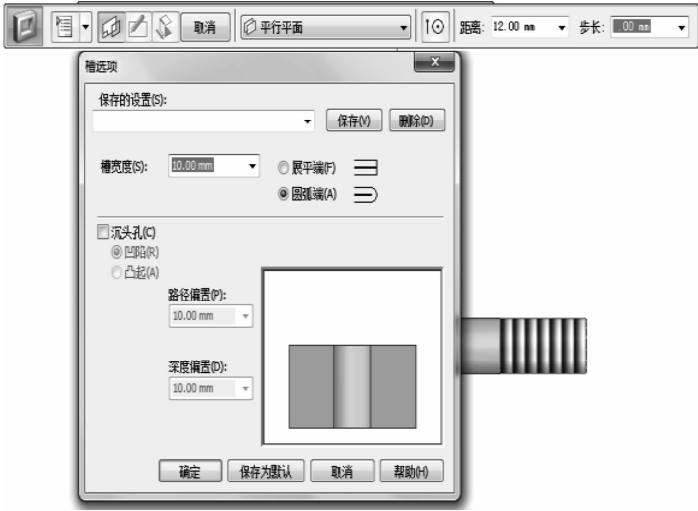

图 7-77 槽选项
(1) 选择【打孔】功能下拉菜单内的【槽】，在系统自动弹出的功能菜单栏中设置【槽选项】，槽宽度输入值为【10mm】。选择绘制平面的类型为【平行平面】，基准面为前视面，距离为【12mm】，如图 7-77 所示。